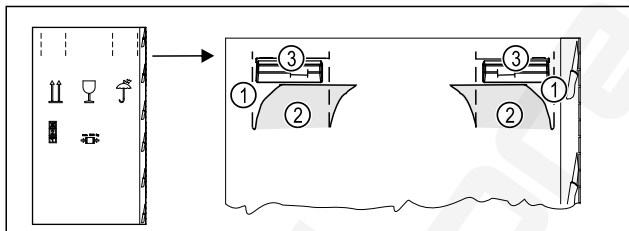

Fig. 4
- ▶ Fent, a perforálásnál Fig. 4 (1) nyomja be a csomagoló kartont.
- ▶ Húzza ki a benyomott fület Fig. 4 (2).
- ▶ A jobb és a bal oldalon látható a hordfogantyú Fig. 4 (3).
- ▶ Tartsa meg a készüléket a hordfogantyúnál Fig. 4 (3).